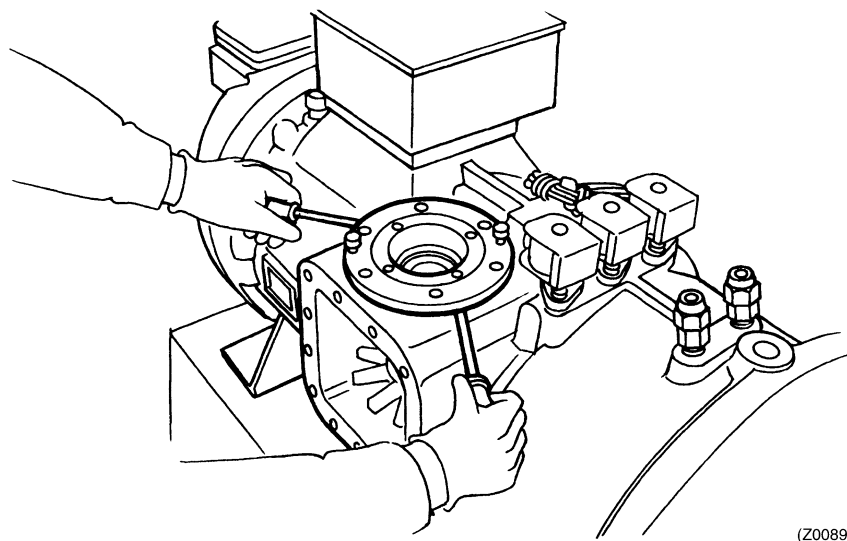

Рис. 4-8 Снятие нижнего держателя подшипников
(4) Снятие нижнего держателя подшипников (блоки, направленные вверх и вниз)
- ① В отверстии для направляющего болта нарезать болт, который использовался для крепления нижнего держателя подшипников, и поднять крепление нижнего держателя подшипников из корпуса.
- ② Снять прокладки, расположенные между нижним держателем подшипников и корпусом. (Не потерять прокладки.)
- ③ Нижний держатель подшипников и корпус уплотнены уплотнительным кольцом. Поэтому нижний держатель подшипников трудно снимать с корпуса. Чтобы отделить нижний держатель подшипников от корпуса, вставьте симметрично две плоские отвертки или аналогичные инструменты под фланцевую часть, как показано на Рис. 4-8, затем медленно поворачивайте отвертки или затягивайте болт, положив металлическую прокладку на болт.